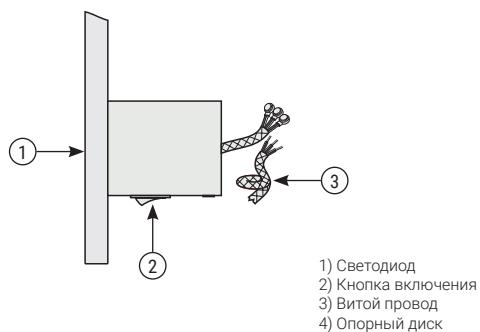

Рис.13
5.16. Кнопка включения изделия расположена в нижней части блока подключения (рис. 13), в процессе нагрева светодиод горит красным светом.
5.17. Для подключения через скрытую проводку необходимо демонтировать витой провод (рис. 13).